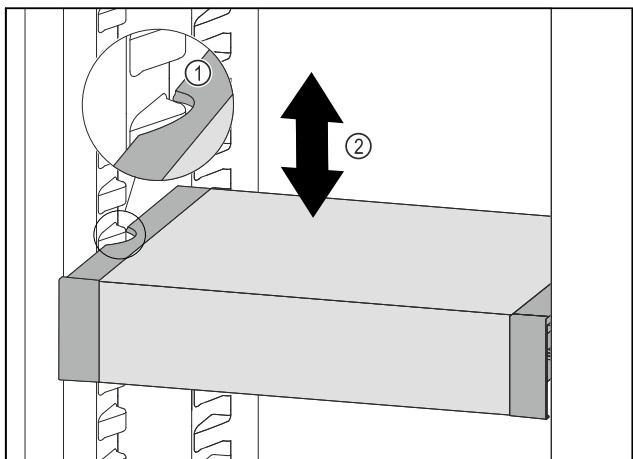

Fig. 118
- ▶ Húzza előrefelé a VarioSafe fiókot annyira, hogy a VarioSafe oldalsó kivágásai a hűtőrészben a tartóborda magasságában legyenek. Fig. 118 (1)
- ▶ A hűtőrészben a VarioSafe fiókot mozgassa felfelé vagy lefelé a kívánt magasság eléréséig. Fig. 118 (2)